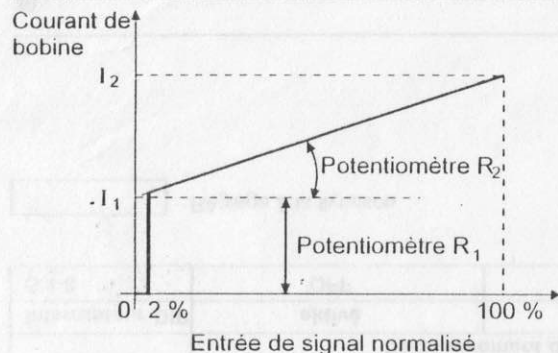

Figure 1: caractéristique $I(U)$
- potentiomètre d'amplification R_2 pour fixer la pente de la caractéristique $I(U)$ et ainsi du courant maximal I_2 , respectivement du débit pouvant être atteint (pour le signal normalisé maximal, par ex. 10 V)(figure 1)
- le déclenchement du point zéro garantit une fermeture étanche de la vanne pour un signal d'entrée < 2% de la valeur maximale; à cet effet, le courant de bobine est mis électroniquement à zéro pour des signaux d'entrée inférieurs à ce seuil (par ex. 0,2 V pour entrée de signal normalisé 0..10 V) (figure 1); le déclenchement du point zéro peut être désactivé par un interrupteur DIP, par ex. pour un réglage simplifié du début d'ouverture de la vanne, avec le potentiomètre R_1 ,